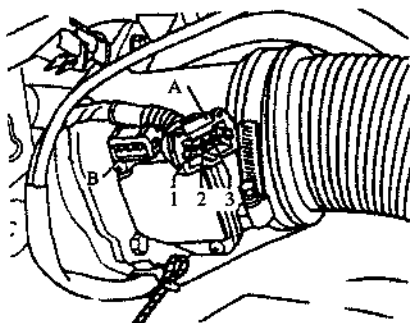

图 2.7 拔下空气流量计的三针插头
① 如图 2.7 所示, 拔下空气流量计的三针插头。
② 将万用表连接在三针插头的触点 3 和发动机接地线之间。启动发动机并怠速运转, 电压允许值为 $11\text{V} \sim 15\text{V}$ 。关闭点火开关。
③ 如果电压正常, 则检查空气流量计信号线和接地线, 如果无电压, 按电路图检查三针插头的触点 3 与燃油泵继电器 J17 的导线是否导通。